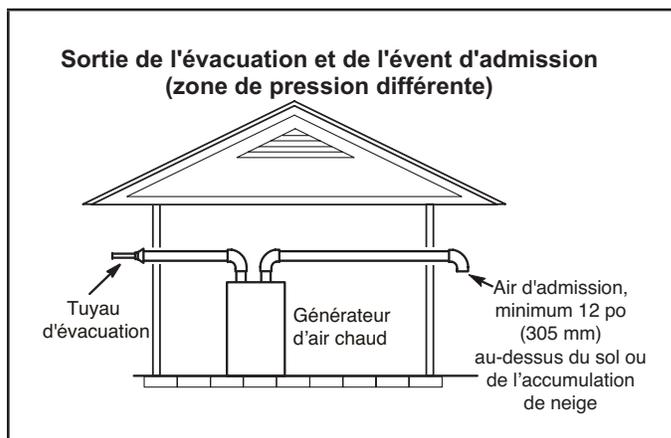
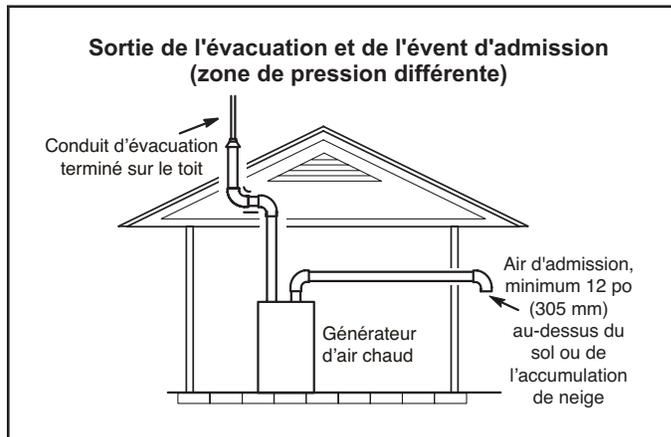

FIGURE 26
FIGURE 27
- 1 - Il n'est pas nécessaire que les terminaisons d'évacuation se trouvent dans la même zone de pression. L'admission peut sortir d'un côté de la structure et l'évacuation d'un autre côté (« FIGURE 26 »). L'évacuation peut sortir par le toit et l'admission par le côté de la structure (« FIGURE 27 »).